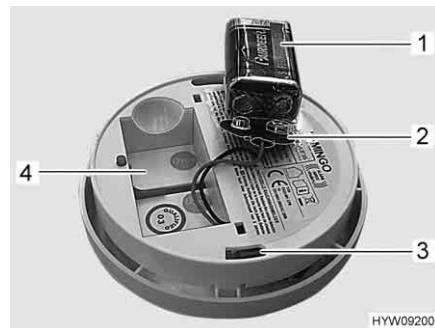
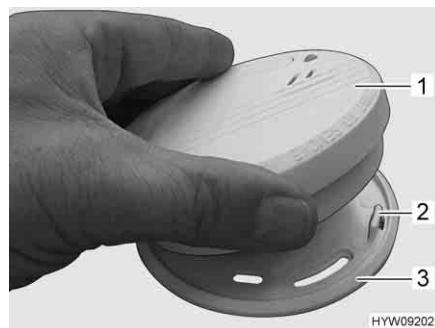

Fig. 118 Rivelatore di fumo (parte posteriore)
Fig. 119 Montaggio del rivelatore di fumo
- Estrarre la batteria e scollarla dal suo fermaglio (Fig. 118,2).
- Collegare la batteria nuova (Fig. 118,1) al suo fermaglio (Fig. 118,2), assicurandosi che i poli della batteria si innestino nel fermaglio.
- Inserire la batteria nel suo scomparto (Fig. 118,4).
- Posizionare il rivelatore di fumo (Fig. 119,1) sul supporto (Fig. 119,3). I naselli di ritegno (Fig. 119,2) devono innestarsi nelle aperture (Fig. 118,3) del rivelatore di fumo.